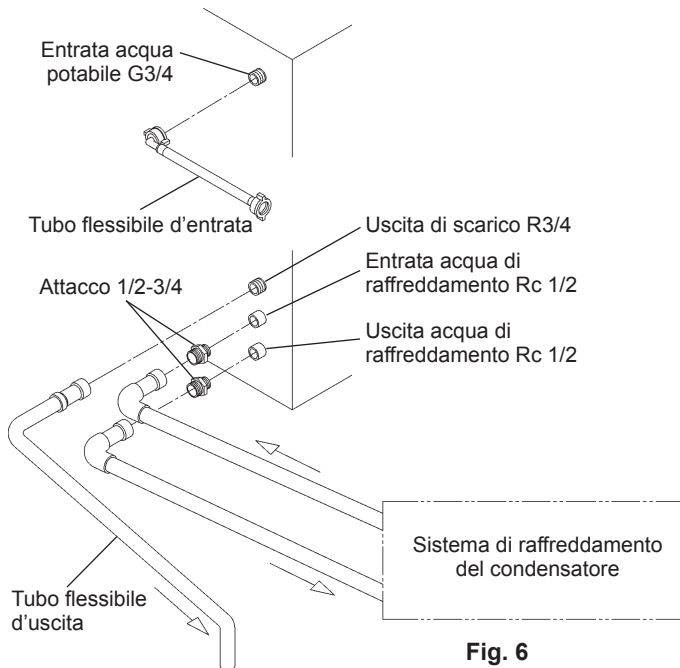

Fig. 6
- * Hoshizaki consiglia di collegare il condensatore raffreddato ad acqua ad un sistema dell'acqua a circolazione chiusa per mezzo di una torre, un raffreddatore o simile (vedi Fig. 6 e 7). L'alimentazione dell'acqua deve percorrere il gruppo valvola a sfera/vaschetta dei cascami.
[a] Collegamenti standard in conformità alle norme WRC in Gran Bretagna (Fig. 6 e 7)
5) Collegare il sistema di raffreddamento del condensatore alle parti disponibili degli attacchi 1/2-3/4, come indicato (Fig. 6) utilizzando un tubo di tipo rigido adatto. Per ottenere un accoppiamento a tenuta, utilizzare gli appositi ermetici e/o il nastro P.T.F.E.